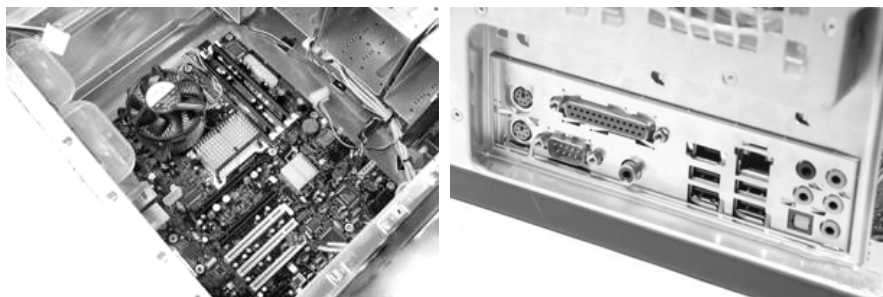

图 2-23 安装主板
③ 将主板安装固定到机箱中，如图 2-23 所示。大部分主板板型为 ATX 或 MATX 结构，因此机箱的设计一般都符合这种标准。在安装主板之前，先将机箱提供的主板垫脚螺母安放到机箱主板托架的对应位置上。双手平行托住主板，将主板放入机箱中，确定机箱安放到位，拧紧螺丝，固定好主板。